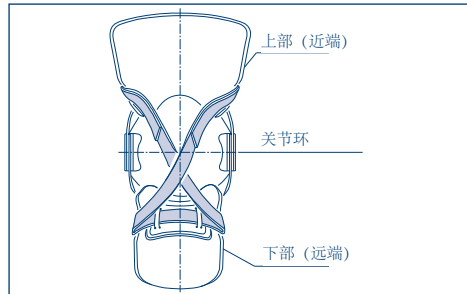

图 4: 后抽屉
- 将交叉带转 180° 后穿到衬垫拉袢上。穿过远端（下部）关节环上的固定拉袢之后，交叉拉至近端（上部）并固定好（图 4）。